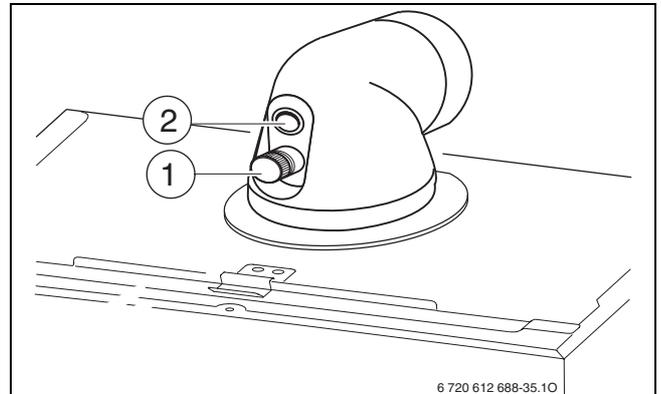

Fig. 44
- ▶ Retirer le bouchon sur la prise de mesure de l'air de combustion [2] (→ figure 44).
- ▶ Retirer le bouchon au niveau de la prise de mesure des fumées [1] (→ figure 44).